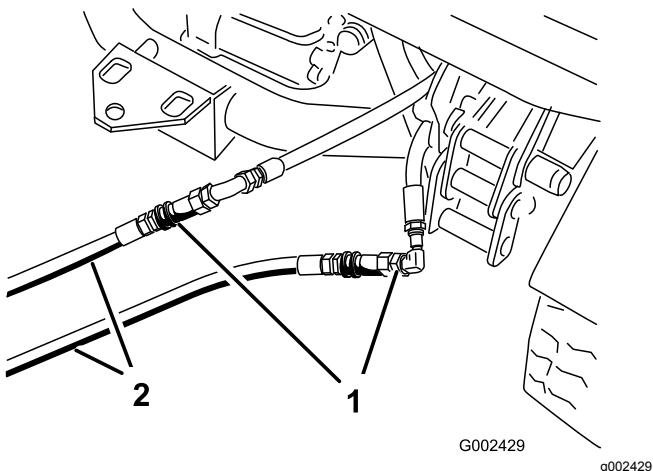

Figura 84
- En la máquina inmovilizada, conecte las dos mangueras de interconexión a las mangueras que fueron desconectadas (Figura 84).